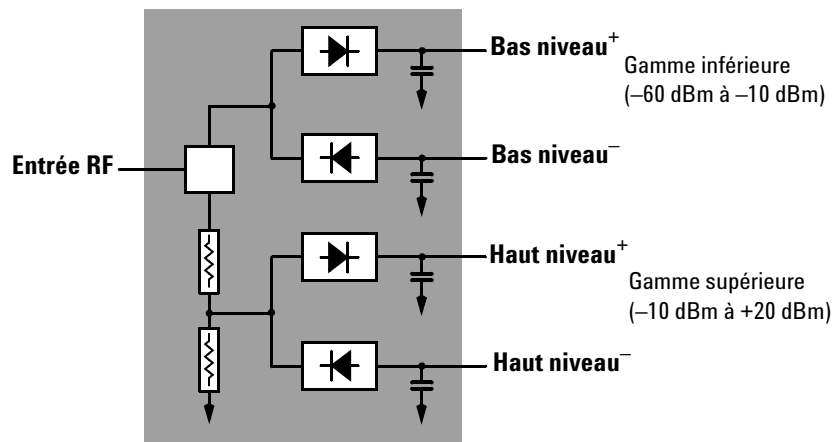

Figure 1-2 Schéma simplifié du principe « couple de diodes/atténuateur/couple de diodes »
- Figure 1-2 Schéma simplifié du principe « couple de diodes/atténuateur/couple de diodes » 4
Les capteurs de puissance E9300 Keysight série E sont de véritables capteurs d'onde RF à large gamme dynamique moyenne. Leur conception est basée sur celle d'un capteur double « couple de diodes/atténuateur/couple de diodes » proposé par Szente et. al. en 1990*. La Figure 1-2 présente un schéma de cette technique.